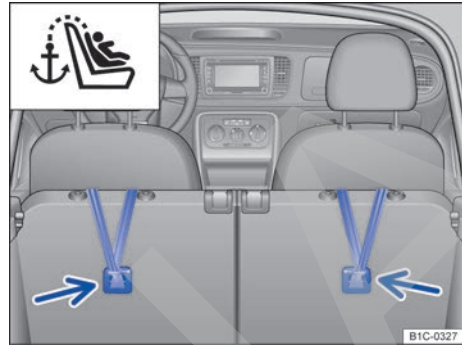

Fig. 69 En el maletero: cinturones de fijación superiores enganchados.
- Enganche el cinturón de fijación superior en la argolla de sujeción correspondiente del maletero → fig. 69 (flechas).